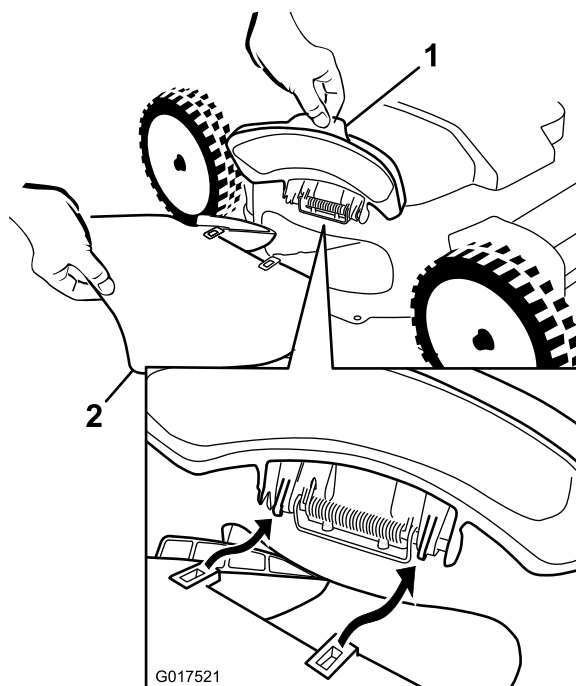
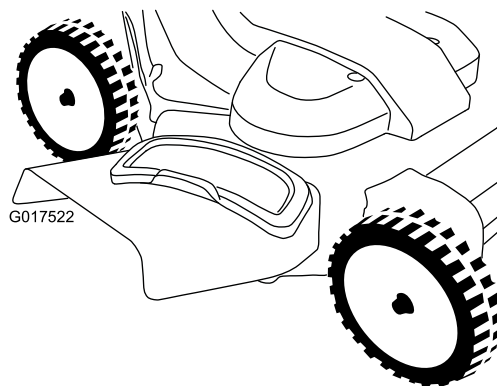

Figure 27
Figure 28
1. Soulevez et ouvrez le volet d'éjection latérale (Figure 27).
2. Montez la goulotte d'éjection latérale comme montré à la Figure 27 et la Figure 28, puis fermez le volet sur la goulotte.